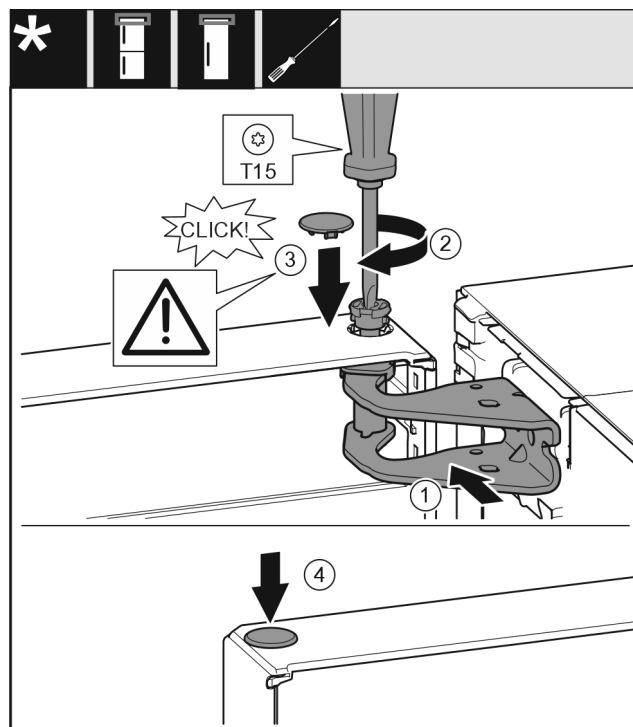

Fig. 19
- ▶ Dvere hore vyrovnajte s otvorom v ložiskovej konzole. Fig. 19 (1)
- ▶ Vložte čap a pevne ho priskrutkujte skrutkovačom T15. Fig. 19 (2)
- ▶ Namontujte poistný kryt pre poistku dverí: nasad'te poistný kryt a skontrolujte, či prilieha ku dverám. Inak čap vložte úplne. Fig. 19 (3)
- ▶ Nasad'te zátku. Fig. 19 (4)